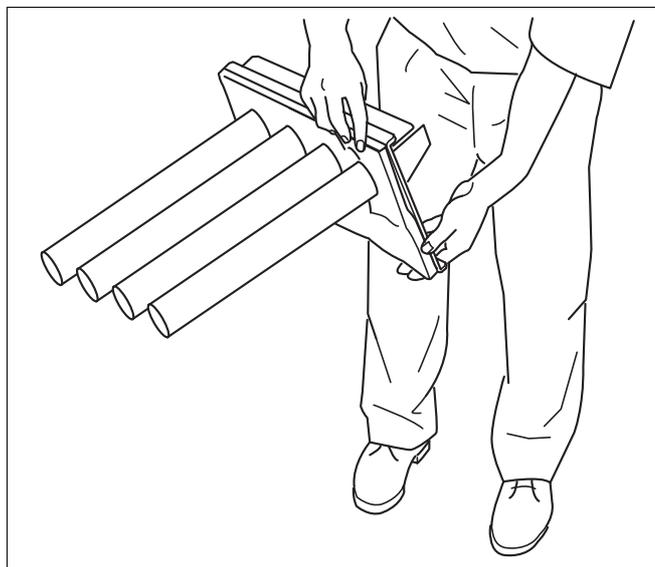

Abb. 42 Brenner schwenken
- Restwasser durch Schwenken des Brenners entfernen (Abb. 42).